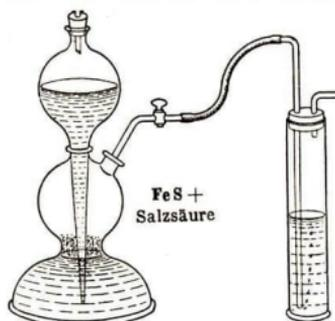

Abb. 445. Herstellung von H_2S
Im Laboratorium stellt man es her aus dem künstlichen Schwefel-eisen (FeS) durch Übergießen mit Salzsäure (Abb. 445):
b) Es **löst sich in Wasser** (Abb. 445). Am Lichte scheidet sich in diesem Wasser milchigweißer Schwefel ab.